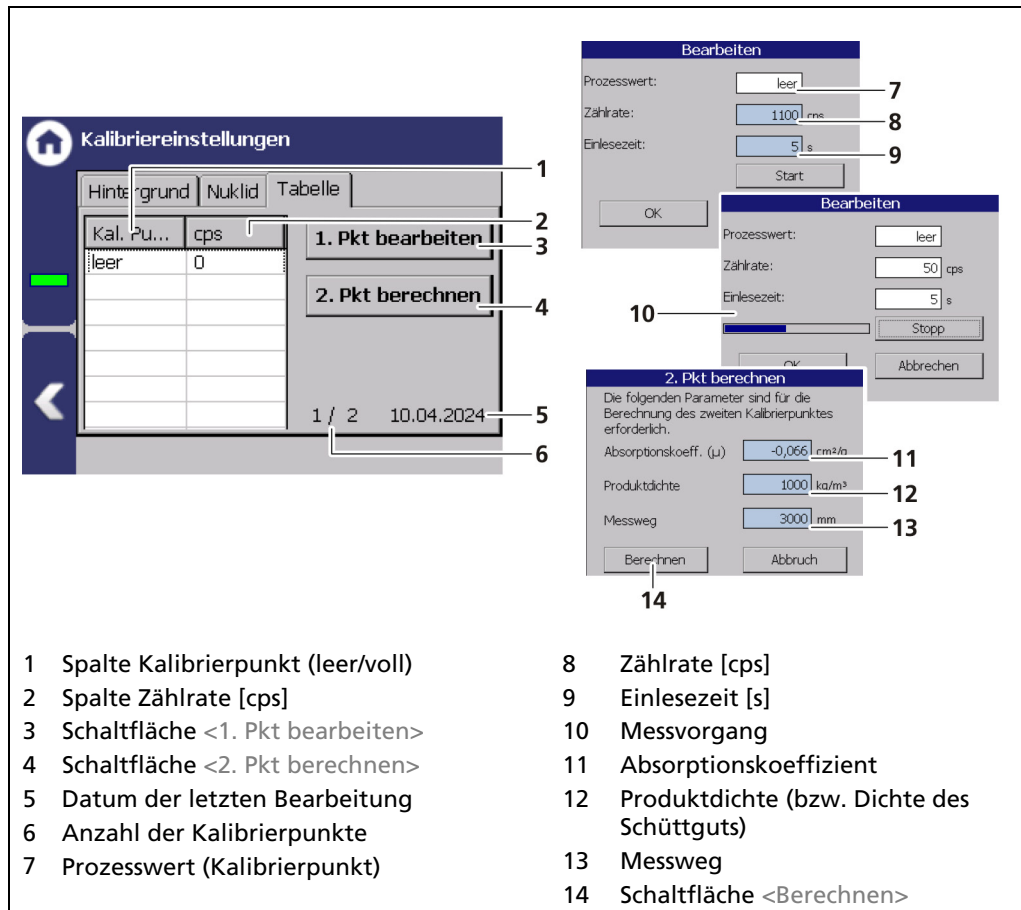

Abb. 68 Kalibriereinstellungen Tabelle (1 Punkt Exp Kalibriermethode)
1. Wählen Sie in der Spalte „Kalibrierpunkt“ (Abb. 68, Pos. 1) die erste Zeile (leer) aus.
2. Klicken Sie auf die Schaltfläche <Bearbeiten> (Abb. 68, Pos. 3).
► Das Fenster „Bearbeiten“ (Abb. 68, Pos. 6-8) öffnet sich.
3. Klicken Sie auf das Eingabefeld „Einlesezeit“ (Abb. 68, Pos. 8).
► Der Messvorgang (Abb. 68, Pos. 9) beginnt und die Zählrate wird nach Ablauf der Einlesezeit in das Feld Zählrate (Abb. 68, Pos. 7) übernommen.
7. Wählen Sie in der Spalte „Kalibrierpunkt“ (Abb. 68, Pos. 1) die zweite Zeile (voll) aus.